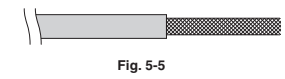

Fig. 5-5
- (1) Retire la cubierta del cable sin arañar el blindaje trenzado. (Fig. 5-5)